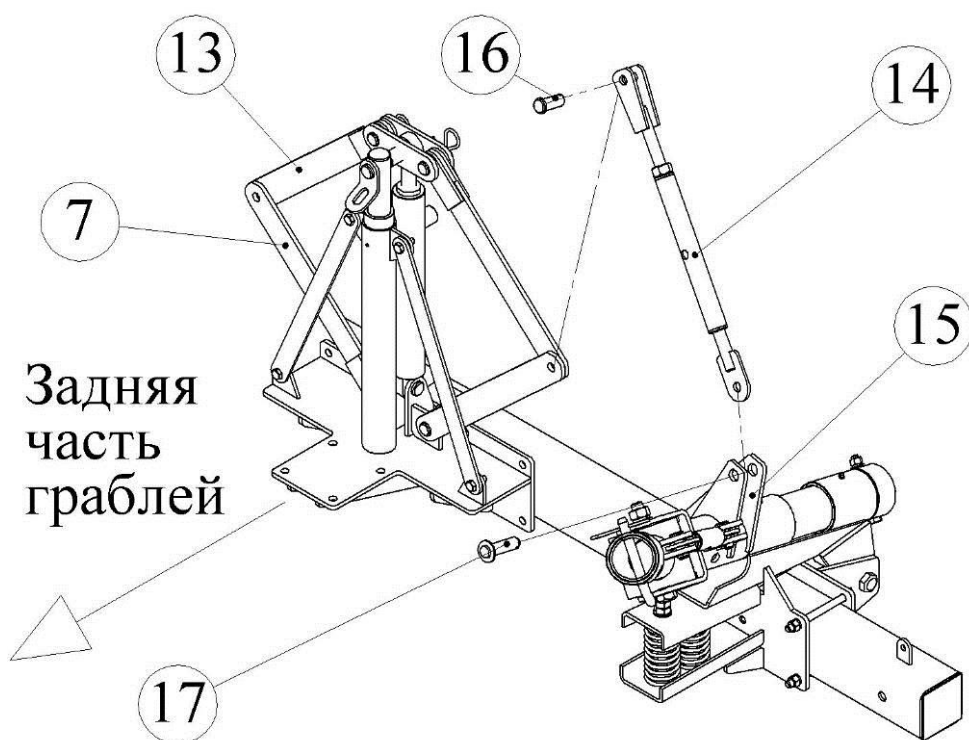

Рис. 4.3.2. Сборка подъемного устройства ГКП-6
4.3.6. Соедините талреп подъёма (14) (рис. 4.3.2) с одной стороны с тягами верхней (13) и нижней (7) с помощью пальца (16) $\varnothing 16 \times 40$, а с другой стороны с поворотным рычагом (15) с помощью оси (17) $\varnothing 20 \times 73$ мм. Палец зафиксируйте шплинтом $\varnothing 4 \times 32$, а ось шплинтом $\varnothing 4 \times 50$.
4.7.5. Отрегулируйте талрепами подъема (14) (рис. 4.3.2) угол складывания боковых секций таким образом, чтобы при включении гидрораспределителя трактора в положение «плавающее», боковые секции под собственным весом раскладывались в рабочее положение. Обычно это приблизительно 5°.
С помощью талрепов подъёма (поз. 14, рис. 4.3.2) добейтесь необходимого давления рабочих пальцевых колес на почву.